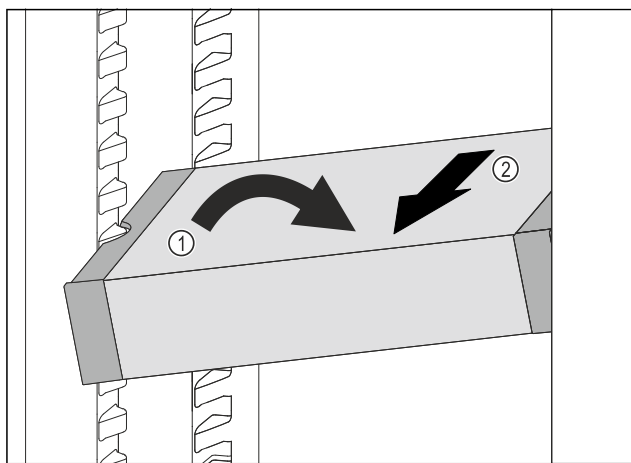

Fig. 89
- 在冷藏区中倾斜 VarioSafe。Fig. 89 (1)
- 向前取出 VarioSafe。Fig. 89 (2)